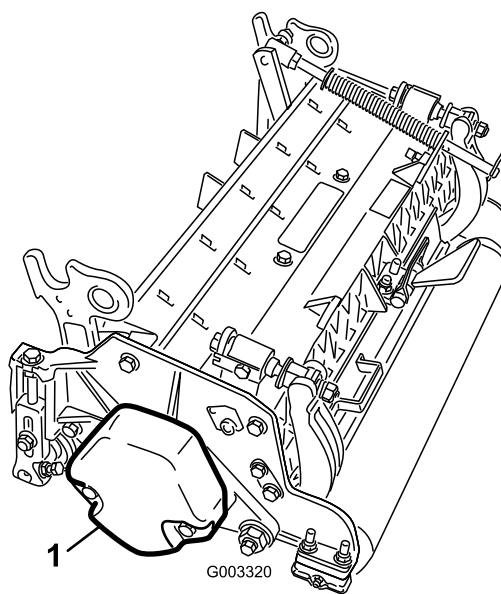

Figure 4
4. Veillez à monter le contrepoids (Figure 4) du bon côté du plateau de coupe, comme expliqué dans le *Manuel de l'utilisateur* du plateau de coupe.